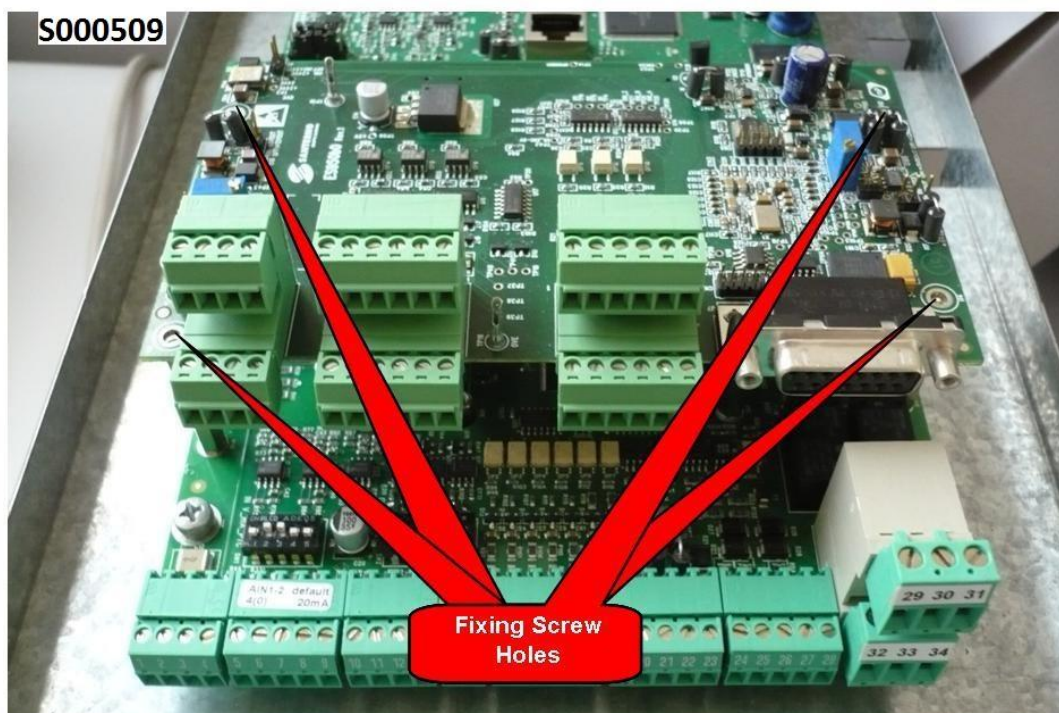

Figura 144: Fissaggio della scheda ES861 dentro l'inverter
4. Inserire la scheda nello slot C facendo attenzione ad allineare correttamente i pettini dei contatti con i due connettori dello slot (CN7A e CN7B). Se la scheda è correttamente installata si ha l'allineamento tra i quattro fori di fissaggio e le corrispondenti sedi delle viti delle colonnette metalliche di supporto. Dopo aver controllato il corretto allineamento serrare le quattro viti di fissaggio della scheda come mostrato nella Figura 144.